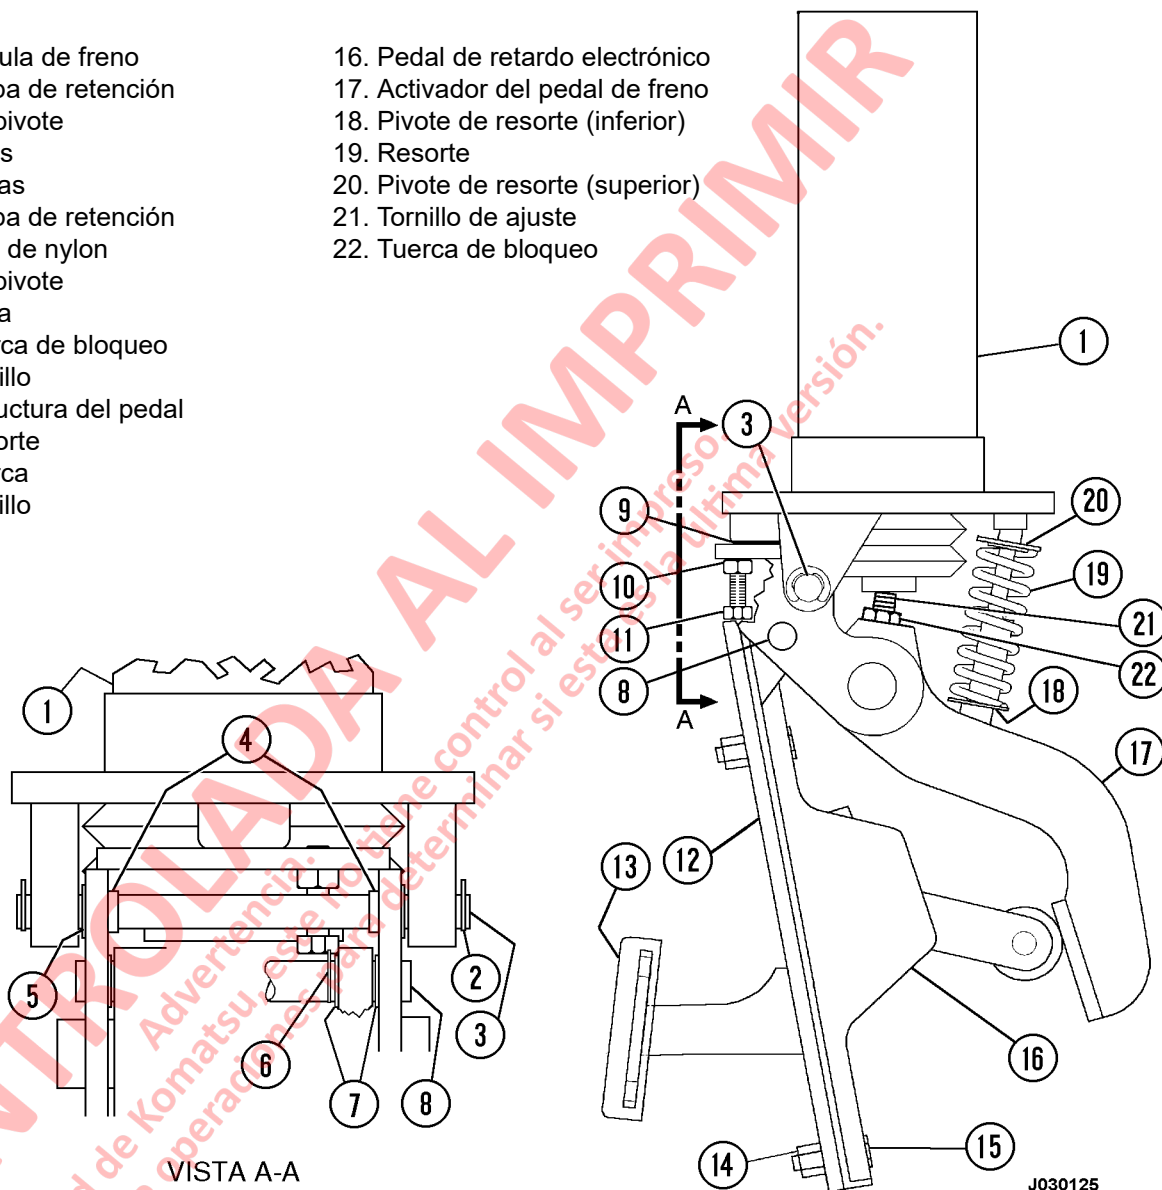

FIGURA 3-3. VÁLVULA DE FRENO CON PEDAL DE RETARDO
1. Si todavía no lo ha desmontado, saque el pedal de retardo electrónico (16, Figura 3-3) del pedal de freno quitando el eje pivote (8).